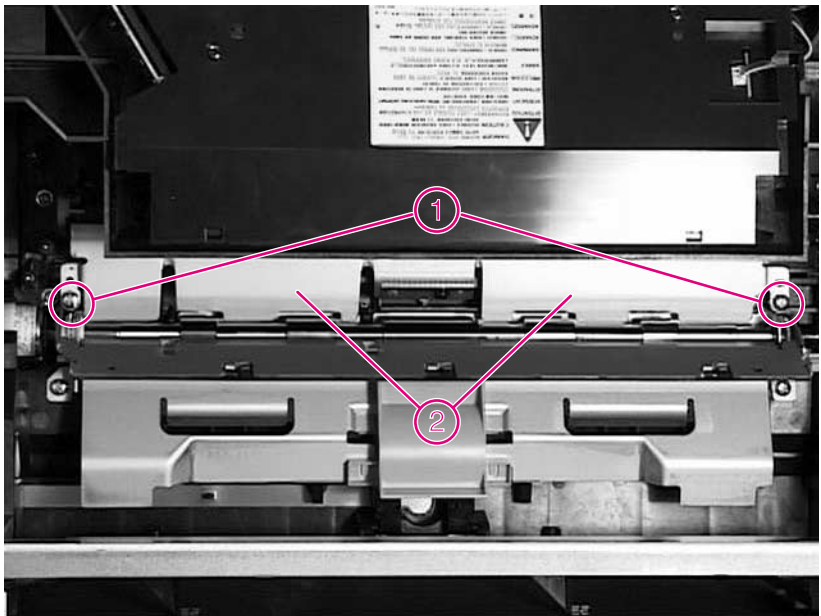

Abbildung 2 Entfernen der Metallplatte
- 1 Stellen Sie sich so vor den Drucker, dass dessen Vorderseite zu Ihnen zeigt, und öffnen Sie die obere Abdeckung. Drücken Sie den kleinen grünen Hebel an der rechten Seite der Einzugsvorrichtung. Dadurch wird die Metallplatte freigegeben, die gegen die Transferwalze drückt (Abbildung 2, Nummer 2).